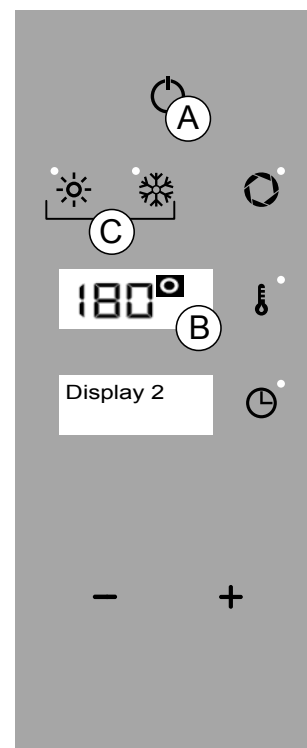

Fig.3
QUEMADOR GAS Encendido / °C intermitente - QUEMADOR GAS Apagado / °C fijo (Fig 3/B)
Pulse la tecla “ON/OFF” para activar el menú principal (Fig 3/A).
Pulse la función deseada (Fig 3/C).
1. En la modalidad menú principal pulse la tecla “ON/OFF” (Fig 3/A).